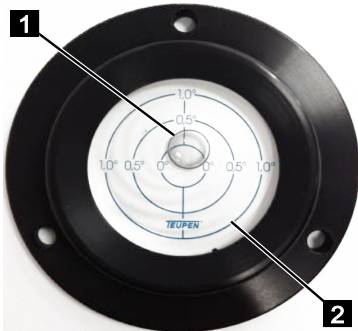

Fig. 79
- Placer le châssis à l'horizontale en alignant les appuis au moyen du niveau (Fig.79). La bulle (Fig.79/1) du niveau doit se trouver dans le cercle 1° (Fig.79/2).